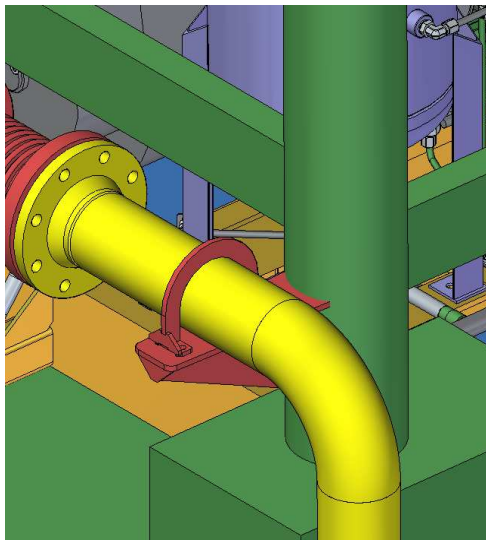

Рисунок 18
8.3.17 Приварить консольную опору к колонне навеса как показано на рисунке 18. Зафиксировать на опоре подводящий трубопровод посредством прижима (крепеж и прижим из комплекта поставки). Закрепить подвижные опоры на трубопроводе (см. рисунок 18).